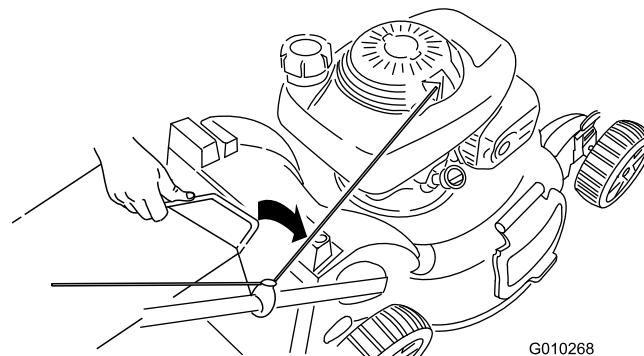

Figura 27
3. Introduzca el asa de la bolsa de recogida en las ranuras de la parte superior de la máquina (Figura 27).